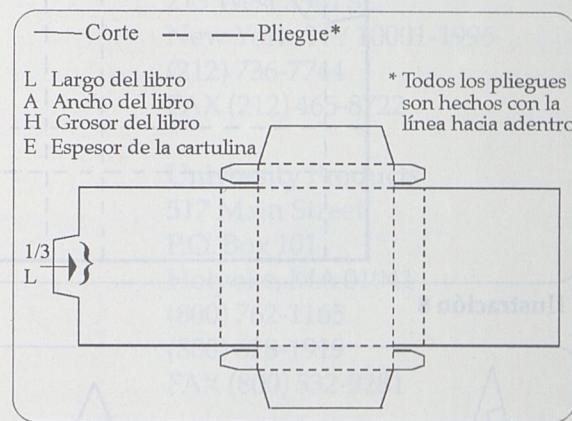

Ilustración 6
- Construya una plantilla colocando el libro sobre un trozo de papel o cartulina y haciendo marcas de medidas como se muestra en la Ilustración 4. Ver la Ilustración 6 para una explicación de los símbolos de las letras.
5. Ahora haga todos los cortes periféricos con las tijeras. Refiérase a la Ilustración 6 para ver la apariencia de la caja terminada antes de doblarla. Observe que las solapas de las esquinas son levemente angulares, al igual que las solapas de los extremos.